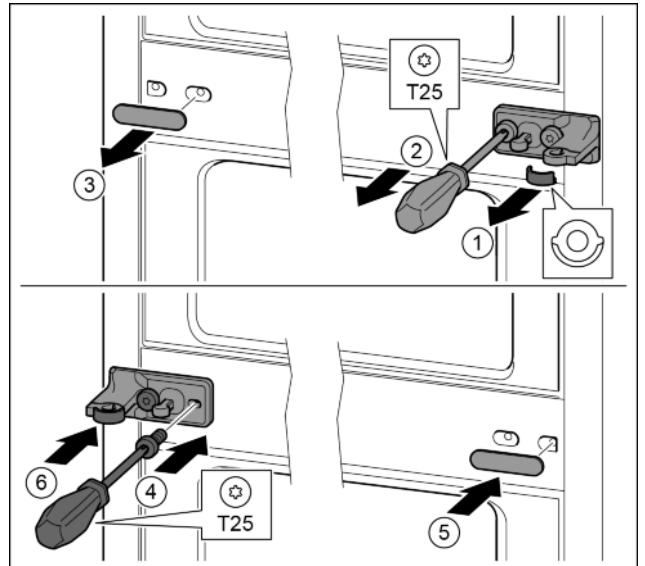

Fig. 29
- ▶ Estrarre lo spessore. Fig. 29 (1)
- ▶ Con il cacciavite T25 svitare le viti. Fig. 29 (2)
- ▶ Facendo attenzione, togliere la copertura. Fig. 29 (3)
- ▶ Avvitare il blocco di supporto con lamina ruotato di 180° sull'altro lato. Fig. 29 (4)
- ▶ Applicare la copertura ruotata di 180° sull'altro lato. Fig. 29 (5)
- ▶ Inserire lo spessore dal lato anteriore. Fig. 29 (6)